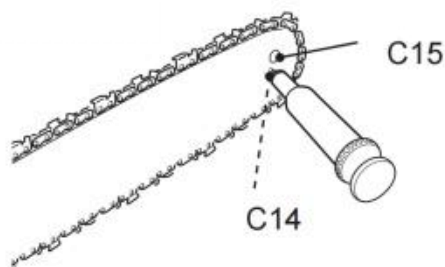

Fig. 69
2. Gebruik een wegwerp-smeerpistool, steek de punt in het smeergat (C14) en spuit vet totdat het aan de buitenrand van het tandwiel verschijnt (Fig. 69).